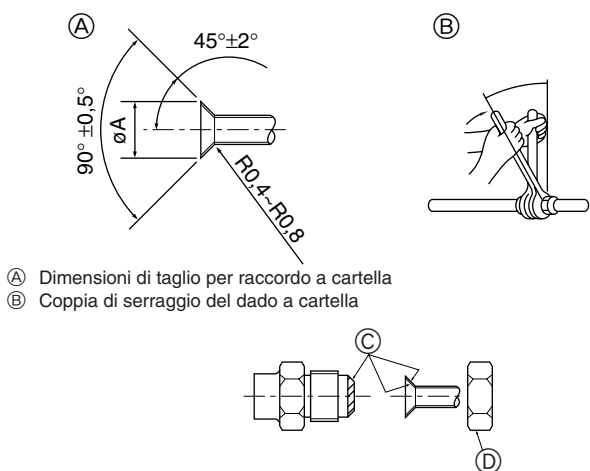

Fig. 4-2
(B) (Fig. 4-2)
4.2. Collegamento dei tubi (Fig. 4-2)